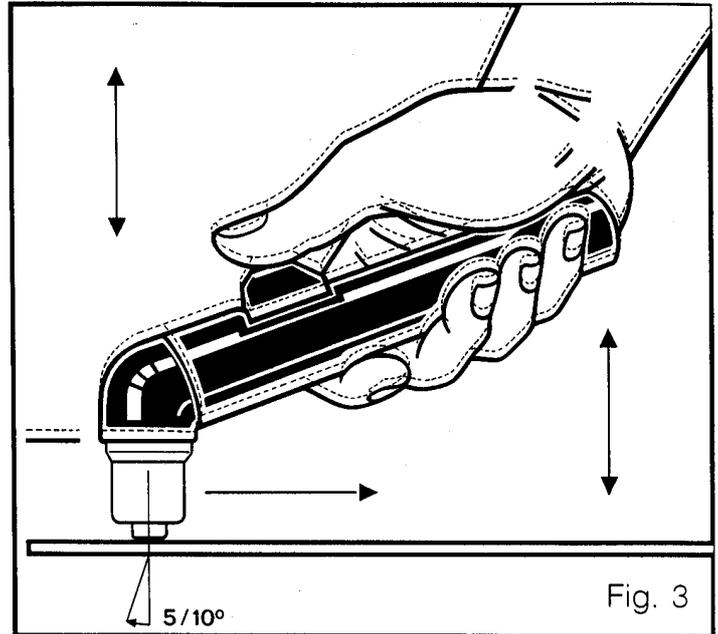

Fig. 3
Pousser le bouton-poussoir de la torche et ne pas le relâcher jusqu'à ce que la découpe soit effectuée (Fig. 3).
- vitesse élevée. Avec une vitesse correcte, la trace de l'arc sous la pièce forme un angle de $5/10^\circ$ environ (Fig. 3).